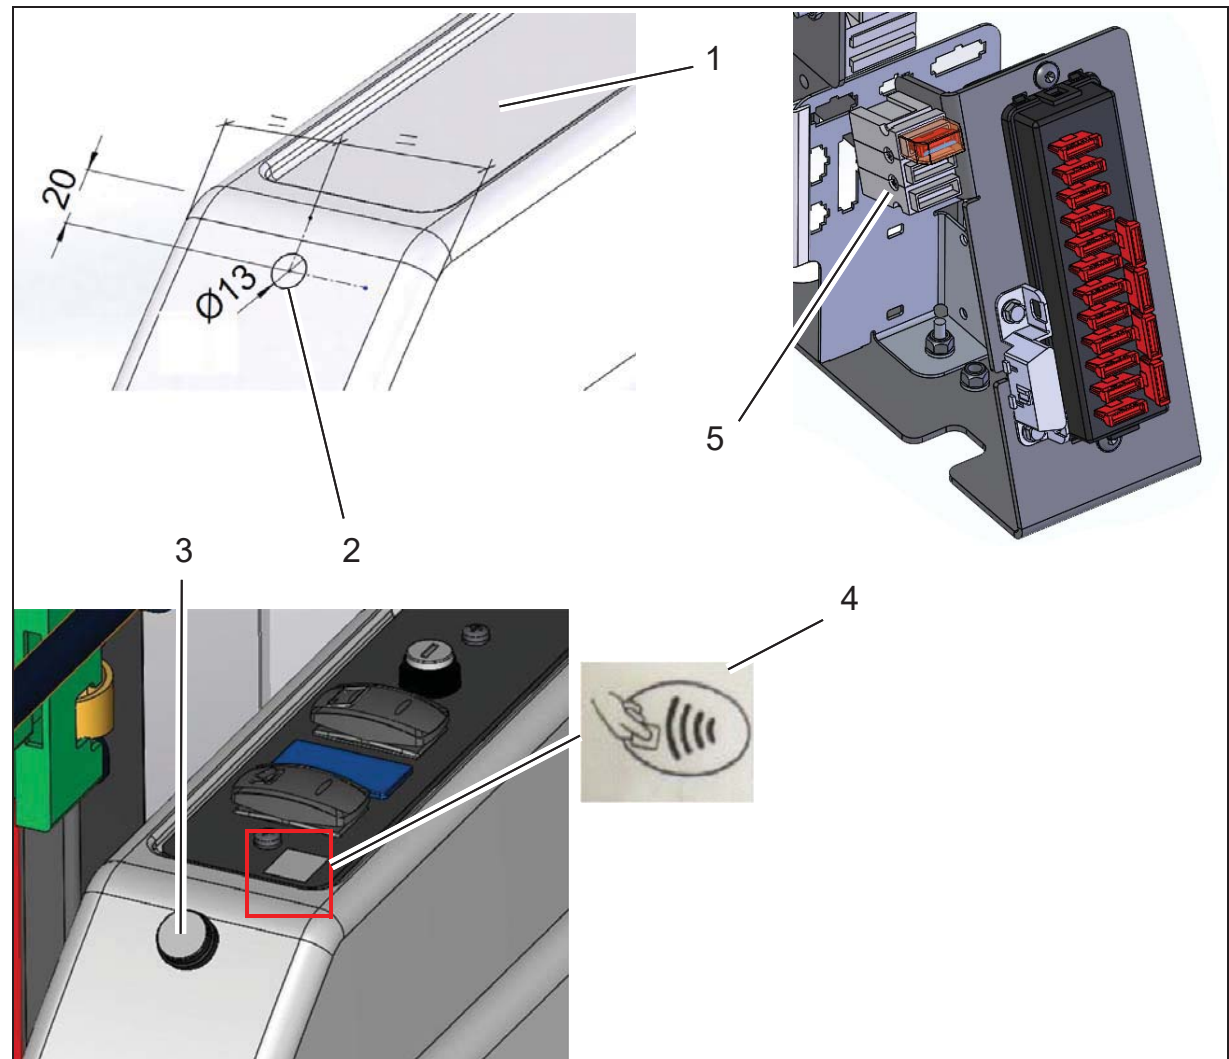

Abb.3
1. Rechte Seitenkonsole demontieren (Abb. 3/1).
2. Bohrung mit einem Durchmesser von 13 mm laut Skizze in die Konsole bohren (Abb. 3/2).
3. I-Button Reader montieren (Abb. 3/3).
4. Aufkleber RFID-Schloss auf der Seitenkonsole positionieren (Abb. 3/4).
6. **Nur Citymaster 600:** Sicherungseinsatz 5A in Sicherungshalter F22 stecken (Abb. 3/5).